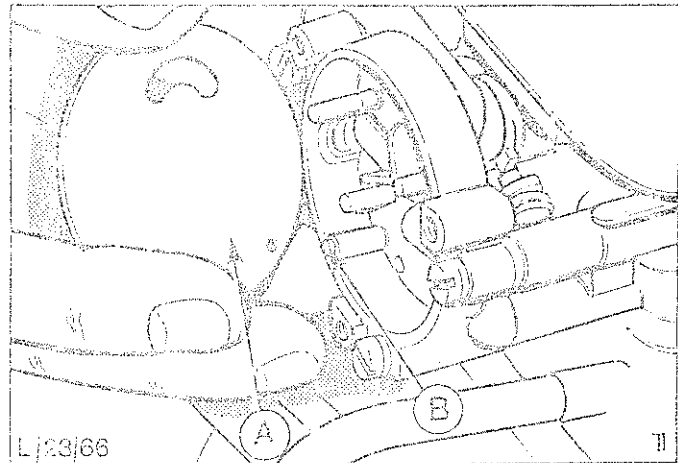

Abb.51 Anbringen der Abschirmscheibe
17. Abschirmscheibe ansetzen, dabei Bohrung der Scheibe über den Führungsstift am Startautomatik-Gehäuse aufsetzen, Abb.51.